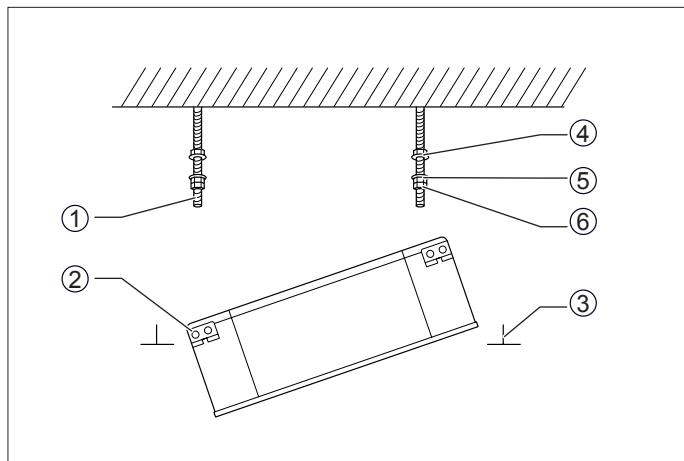

Rys. 9.4 Schemat montażu jednostki wewnętrznej.
- Umieścić na każdym pręcie nakrętkę (która będzie znajdować się nad wspornikiem jednostki) i zestaw nakrętka – przeciwnakrętka (który będzie znajdować się pod wspornikiem). Patrz schemat montażu na rys. 9.4.
- Umieścić jednostkę wewnętrzną w taki sposób, że wsporniki montażowe będą znajdować się pomiędzy nakrętką i zestawem nakrętka – przeciwnakrętka (patrz rys. 9.4).